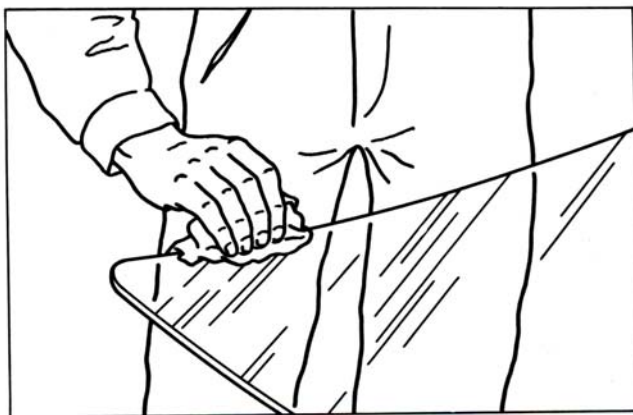

Рис. 9.5. Обезжиривание приклеиваемой поверхности
– обезжирить проем окна и стекло (рис. 9.5) салфеткой, смоченной бензином - калоша и дать выдержку 5-10 мин. для полного испарения бензина;